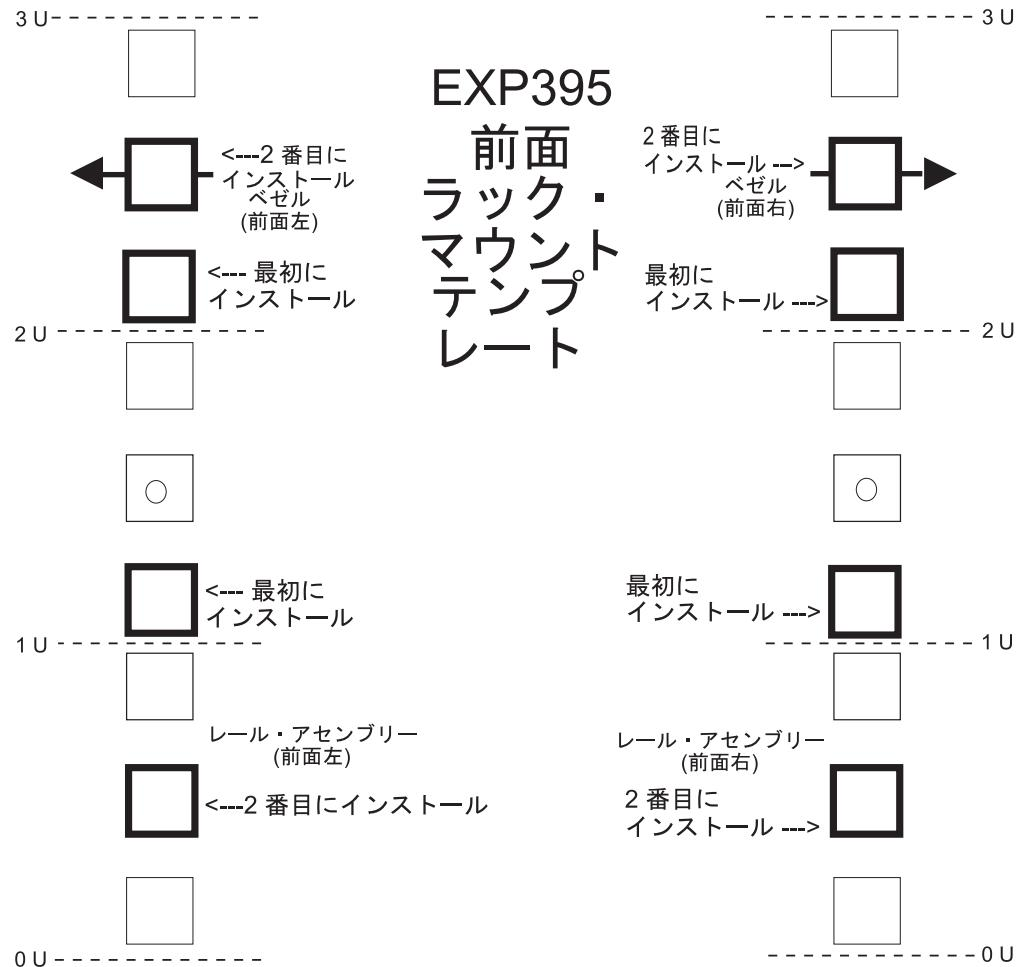
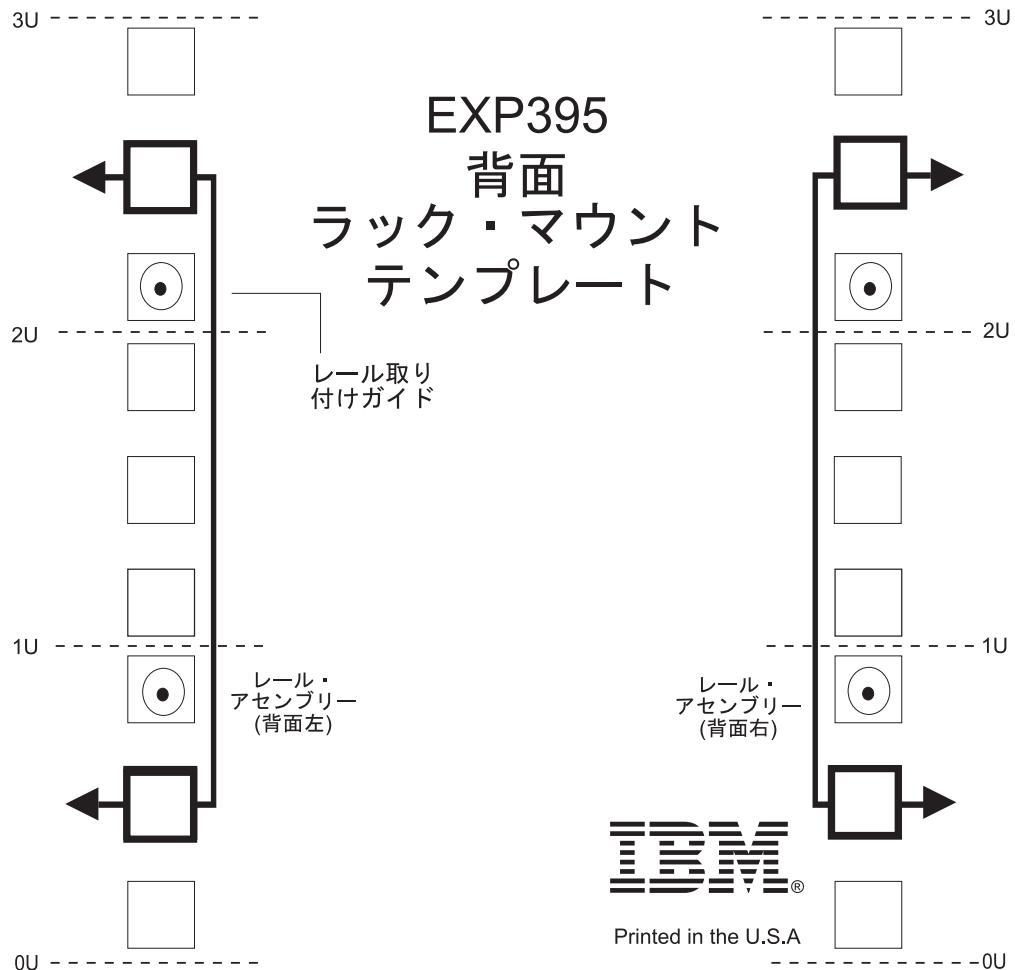

図9. 前面用ラック・マウント・テンプレート
図 10. 背面用ラック・マウント・テンプレート
サポート・レールと EXP395 をラックにマウントする際に M5 ねじを挿入する場合は、次のテンプレート（28 ページの図 9 および 29 ページの図 10）を使用して、正しい位置を確認してください。テンプレートでは、M5 ねじの位置が強調表示されています。
**重要:** 28 ページの図 9 および 29 ページの図 10 に提供されているラック・マウント・テンプレートを使用して、サポート・レールをラックに取り付ける正しいラック・マウント・ホールを見つけてください。
6. ラック・マウント・フランジの内側に対して、レールの背面を保持します。レールの取り付けガイド・ピンが、正しいホールにあることを確認します。図に関しては、29 ページの図 10 を参照してください。
**注:** 28 ページの図 9 の「最初にインストール」のラベルの付いたねじを取り付けたことを確認してください。
10. レールの 2 つの部分をつなぎ合わせている、左のサポート・レールの 2 個のねじをしっかりと締めます (5)。
**注:** ラック・マウント・ホールのサイズは必ずしも取り付けねじと同じではありませんので、それぞれのサポート・レールのへり (6) がまっすぐ平らになっていない場合があります。必要に応じて微調整し、左右のサポート・レールのへりがラック上でまっすぐ平らになっていることを確認してください。そうしないと、ストレージ拡張エンクロージャーがラックに均等に収まらない原因になります。